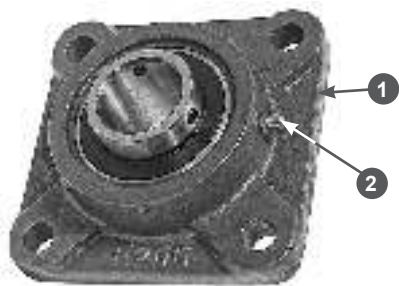

Рис. 14 Смазка подшипника барабана с ножами
3. Установите наконечник трубки шприца на пресс-маслёнку 2, расположенную на корпусе опорного фланца 1 (Рис. 14). Для наглядности, на Рис. 14 показан снятый опорный фланец с подшипником.